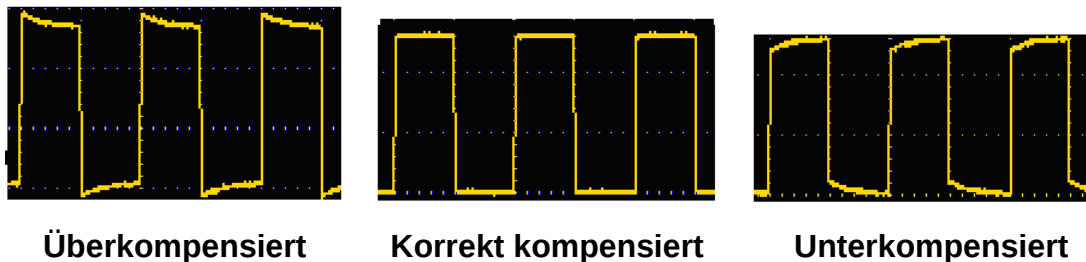
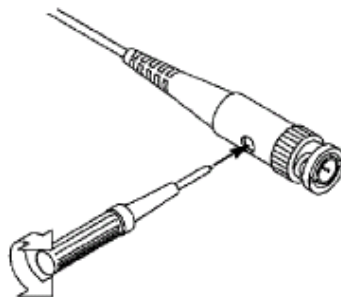

Abbildung 3-5: Angezeigte Wellenformen der Prüfspitzenkorrektur
Abbildung 3-6: Prüfspitze einstellen
2. Überprüfen Sie die angezeigten Wellenformen, siehe Abbildung 3-5. Stellen Sie die Prüfspitze ein, bis die korrekte Kompensation erreicht ist, siehe Abbildung 3-6: Prüfspitze einstellen.